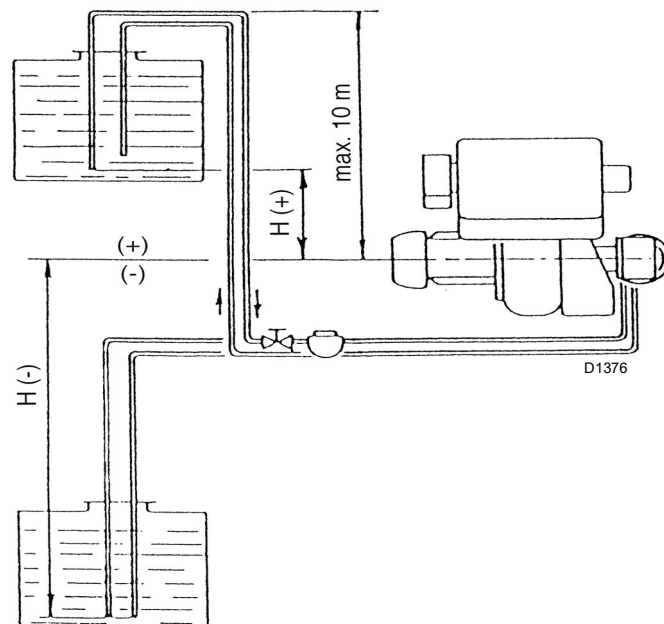

Abb. 18
Legende (Abb. 18)
- Nach erfolgter Einstellung von Hand prüfen, dass zwischen 20° und 130° keine Verkantungen vorliegen und dass der maximale und minimale Druck dem gemäß dem Diagramm (Abb. 18 auf Seite 19) gewählten Wert entsprechen.